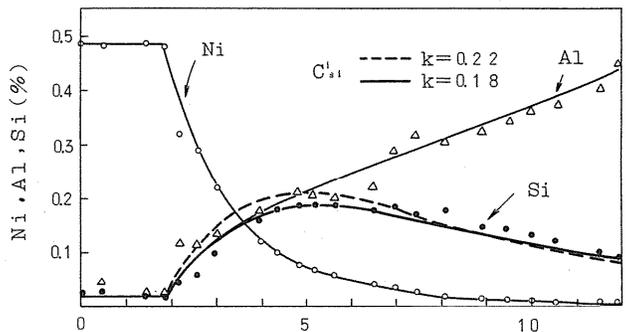

図 1 鑄塊中の濃度分布
3. 結果 前報から, 溶解開始後一定時間経過するとプール量 V [g], プール形状, 電極溶解速度 v [g/min] は一定となる。経過時間 t [min], 電極と鑄塊中の元素 n の濃度を Cn0, Cnt [%] とすると, プール内は完全混合であるから,  $dC_n^t = K(C_n^0 - C_n^t) dt$   $K = v/V = 1/T_0$ , ..... ① が成立する。ここで T0 は混合における平均滞留時間 [min] である。
実験 1 における鑄塊中の濃度分布曲線を図 1 に示す。Ni の濃度分布曲線より求めた Kcalc. と v, V の実測値から求めた Ktheo. との比を表 1 に示す。前報と同様溶鋼プール内はほぼ完全混合であり①式が成立する。一方  $3(SiO_2) + 4[Al] = 3[Si] + 2[Al_2O_3]$  の反応において, SiO2 はすべて Al で還元され, 電極先端で反応が進み, SiO2 の濃度の一次反応で進行すると仮定すると, スラグ中の SiO2 の濃度 [%] は,  $C = C_0 \cdot \exp(-kt)$  C0 は t = 0 の時のスラグ中の SiO2 の濃度 [%] となる。ここで k は総括反応速度係数 [min-1] である。さらに電極が一定速度 v で溶解されていれば電極中の Si [%] はあたかも次式で示されるような濃度分布をもっているようにみせる。
図 1 に鑄塊中の Si の実測濃度分布と, ③式に基づいて, k の値を変化させた時の Si 濃度の計算曲線 CSit を示す。この図から, k = 0.18 の時の曲線が実測濃度分布と, ほぼ一致することがわかる。表 1 に①式から求めた K の値と, その値を使って③式から求めた k の値とを併記した。実験 2 の MnO についても同様な実験を行い結果を表 1 に示した。表 1 が示すように K と k の値はオーダー的に近い事がわかる。